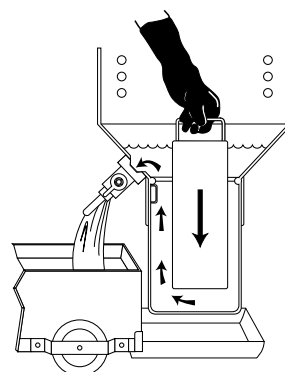

Ilustración 8
9. Empuje la herramienta de desplazamiento hacia abajo en el colector de la freidora para forzar la manteca en el colector hacia arriba y fuera de la válvula de desagüe (ilustración 8).